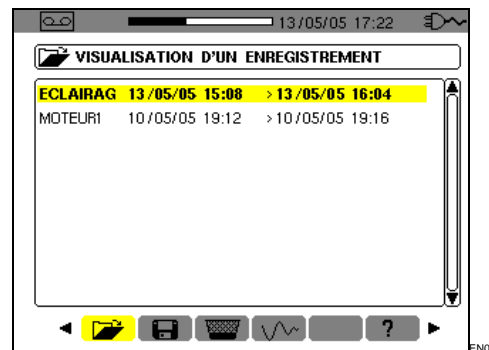

Figure 50 : Exemple d'écran de campagnes d'enregistrements.
8.	Retour à l'écran précédent (Figure 50).